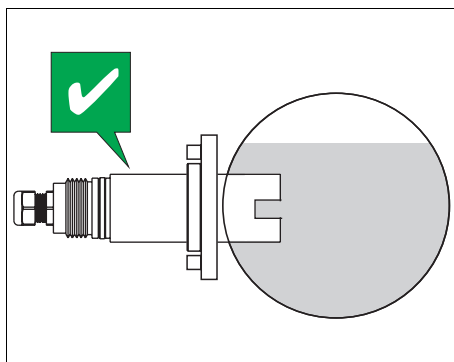

Fig. 4: Orientamento del sensore OUSAF11
- Il punto di installazione ottimale è in tubo ascendente (1). L'installazione può essere eseguita anche in un tubo orizzontale (5).
- Non installare il sensore in punti dove si può accumulare aria, si possono formare bolle di schiuma (3) o depositare particelle sospese (2).
- Evitare l'installazione in tubo discendente (4).
- Orientare il sensore in modo che il liquido fluisca attraverso la sezione di misura (effetto di autopulizia), v. fig. 4: Orientamento del sensore OUSAF11.